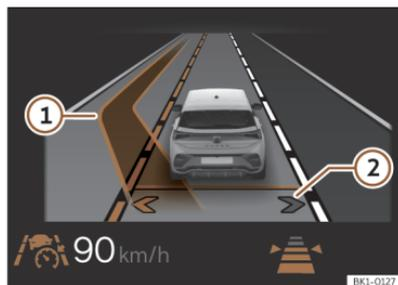

Fig. 136 En la pantalla del cuadro de instrumentos: visualización del cambio de carril asistido (representación esquemática).
Se activa el cambio de carril asistido. Las flechas de su propio carril en la pantalla del cuadro de instrumentos se muestran en gris >>> **fig. 136** ②
Si el sistema no ha detectado ningún objeto en el campo de detección del sistema de sensores y es posible un cambio de carril asistido a un carril adyacente, el carril correspondiente se muestra en la pantalla del cuadro de instrumentos junto al carril propio del conductor. La flecha del lado del carril correspondiente aparece en blanco >>> **fig. 136** ②.